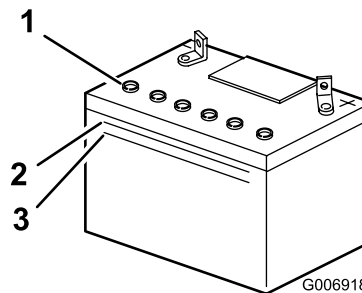

Figure 26
- Observez le côté de la batterie. Le niveau de l'électrolyte doit atteindre le trait supérieur (Figure 26).
Remarque: Le niveau d'électrolyte ne doit pas descendre au-dessous du trait inférieur (Figure 26).
- Enlevez les bouchons d'aération de la batterie (Figure 26)
- Versez de l'eau distillée avec précaution dans chaque élément jusqu'au repère supérieur (Figure 26) sur le côté de la batterie.
- Attendez 5 à 10 minutes après avoir rempli les éléments. Au besoin, ajoutez de l'eau distillée pour amener le niveau jusqu'au repère supérieur sur le côté de la batterie (Figure 26).